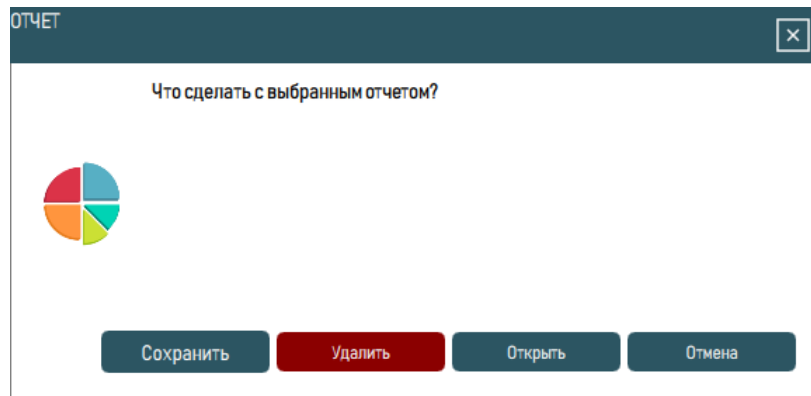
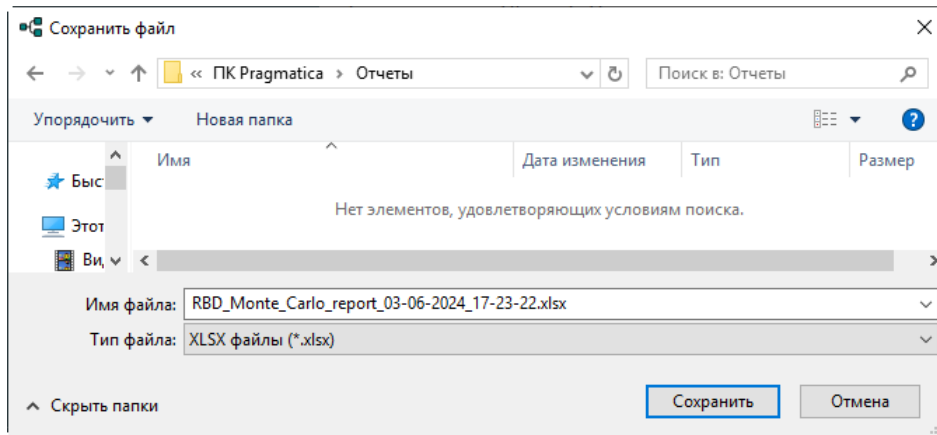

Рисунок 342 – Диалоговое окно «ОТЧЕТ»
Рисунок 343 – Окно «Сохранить файл»
- 3) Слева на панели в секции «Сохраненные отчеты» выбрать отчет. Открывается диалоговое окно «Отчет» (рисунок 342).
- 1) Нажать на кнопку «Сохранить» (см. рисунок 342). Открывается окно «Сохранить файл» (рисунок 343).
2) Выбрать путь и указать имя файла для сохранения отчета в формате «*.xlsx» (см. рисунок 343).
3) Нажать кнопку «Сохранить» (см. рисунок 343). Окно «Сохранить файл» и окно «ОТЧЕТ» (см. рисунок 342) закрываются. Файл в формате «*.xlsx» с отчетом сохранен на диск.
Для удаления отчета из списка «Сохраненные отчеты» нажать на кнопку «Удалить» в окне «ОТЧЕТ» (см. рисунок 342). Окно «ОТЧЕТ» закрывается. Выбранный отчет удаляется из списка.
Для открытия в приложении MS Excel ранее сохраненного отчета нажать на кнопку «Открыть» в окне «ОТЧЕТ» (см. рисунок 342). Окно «ОТЧЕТ» закрывается. Выбранный отчет открывается в MS Excel.
Для отмены открытия отчета нажать на кнопку «Отмена» в окне «ОТЧЕТ» (см. рисунок 342). Окно «ОТЧЕТ» закрывается.